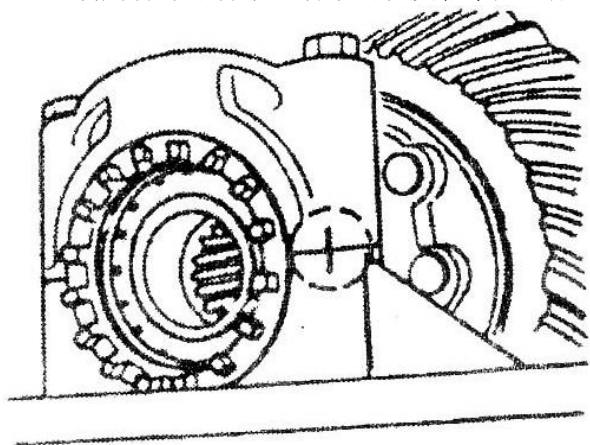

图 5-12
- (1) 拆卸之前，测量和记录主被动齿轮的齿侧间隙;
- (2) 拆卸止动片;
- (3) 在轴承盖和壳体上做装配记号（图 5-12）;